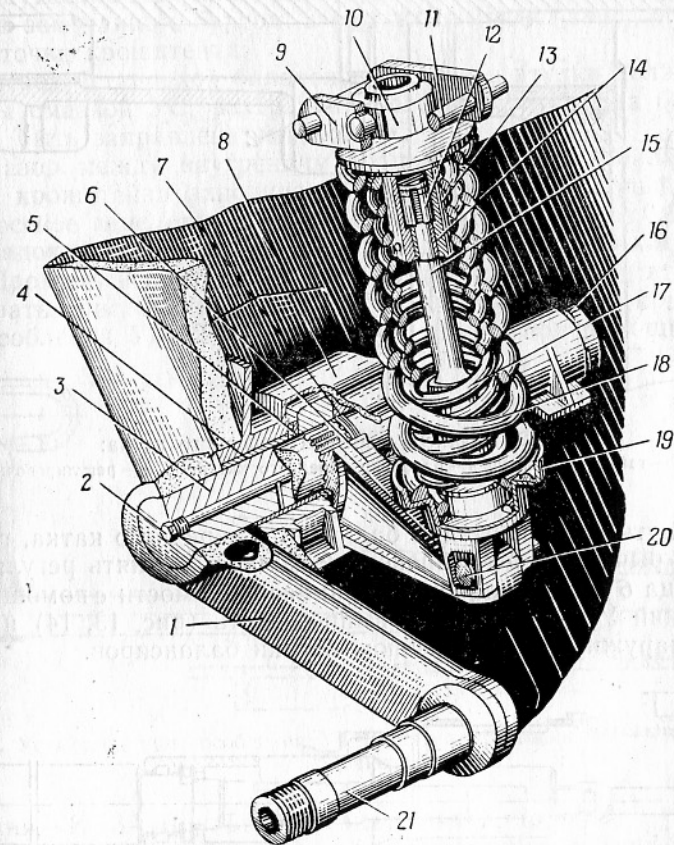

Рис. 11. Подвеска переднего опорного катка:
4. Расшплинтовать и вынуть нижний палец 20 (рис. 11) подвески.
5. Застопорить гайку 2 шайбой 1. Соединить рычаг со штоком, вставив нижний палец 20 (рис. 11), и зашплинтовать палец шплинтом.
1. Надеть траверсы 9 (рис. 11) на цапфы кольца 10 стакана подвески. Установить подвеску так, чтобы отверстия в траверсах совпали с отверстиями в планках корпуса, и закрепить траверсы пальцами 11 (см. Технические условия).